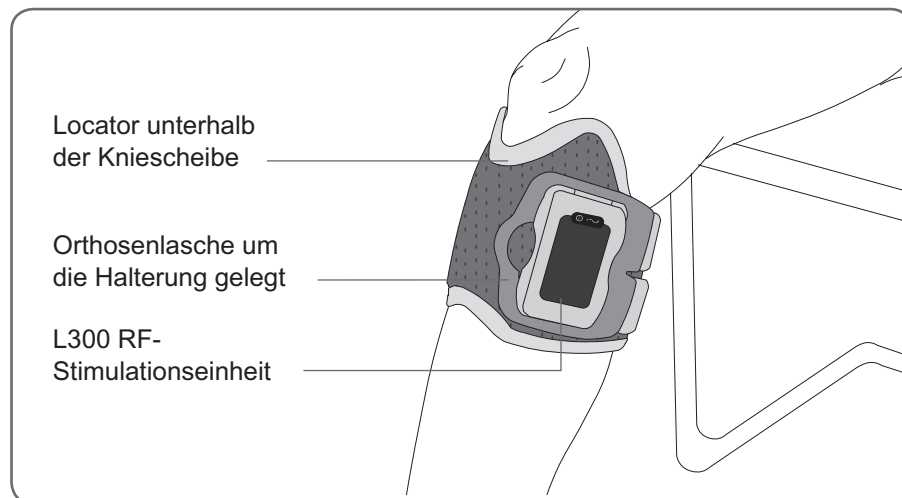

Abbildung 7-4: Korrekt platzierte L300-FS-Manschette am rechten Bein
9. Vergewissern Sie sich, dass die L300-FS-Manschette korrekt platziert ist. Der Locator muss sich unterhalb der Kniescheibe befinden. Die RF-Stimulationseinheit muss zur Innenseite des Beins weisen (siehe Abbildung 7-4).